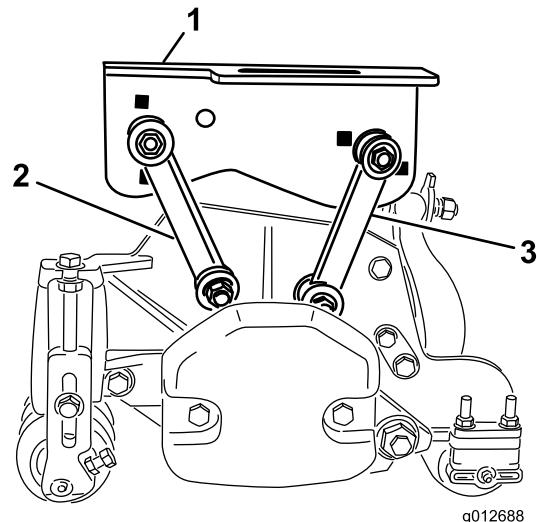

Figura 17
- Sujete los acoplamientos de montaje delanteros a los taladros centrales de los bastidores de tiro con un perno (3/8 x 2 1/4"), 2 arandelas planas y una contratuerca, según se muestra en Figura 17. Coloque una arandela en cada lado del acoplamiento al montarlo. Apriete las fijaciones a 42 N·m.
bastidores de tiro con un perno (3/8" x 2 1/4"), 2 arandelas planas y una contratuerca, según se muestra en Figura 17. Coloque una arandela en cada lado del acoplamiento al montarlo. Apriete las fijaciones a 42 N·m.